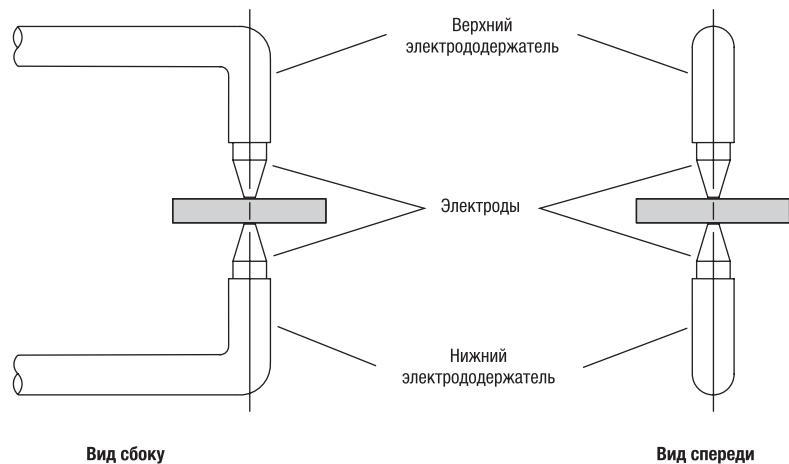

рис. 2
- Убедитесь, что электроды сходятся соосно (рис. 2).